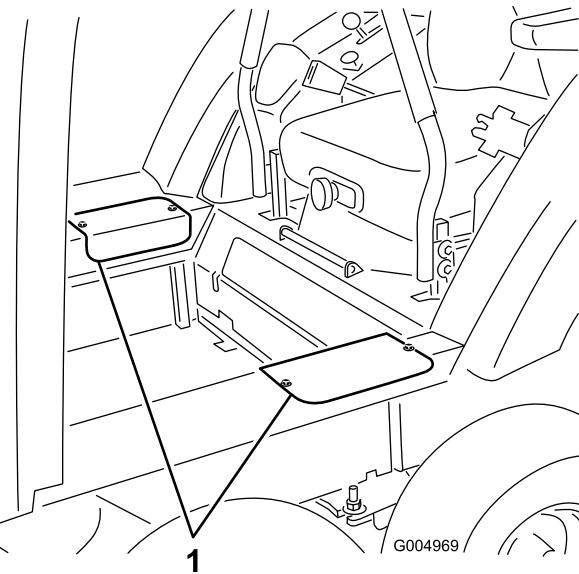

Рисунок 128
- Отверните два винта крепления крышки доступа с каждой стороны и снимите крышки (Рисунок 128)